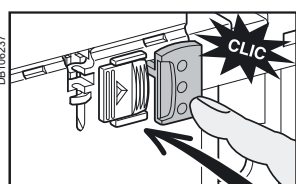

Abb. 1
- Montage ohne Verriegelung (Demontage möglich) (Abb. 1)